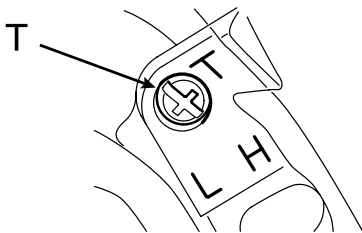

Рисунок 16. Схема розташування гвинтів регулювання холостого ходу.
6.7 Регулювання холостого ходу на карбюраторі (рис. 16).